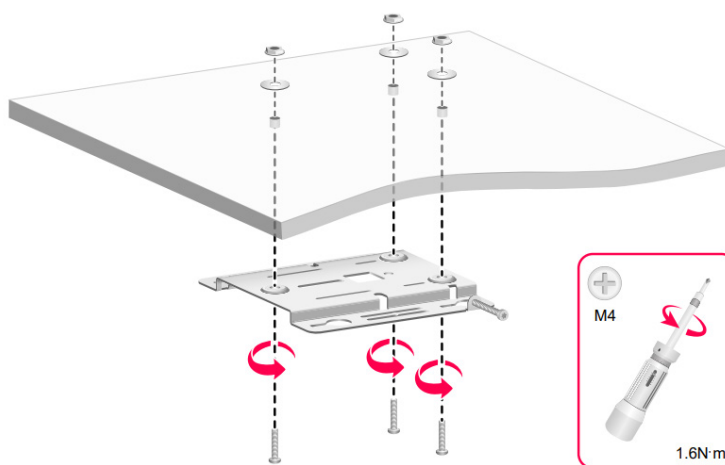

図 3-13 天井への壁面/天井用ブラケットの取り付け
- 3) 壁面/天井用ブラケットの設置用の穴を揃えて、なべネジを天井に通してください。反対側をワッシャーとナットで止めて、天井用のなべネジで図 3-13 のように天井に壁面/天井用ブラケットを取り付けてください。